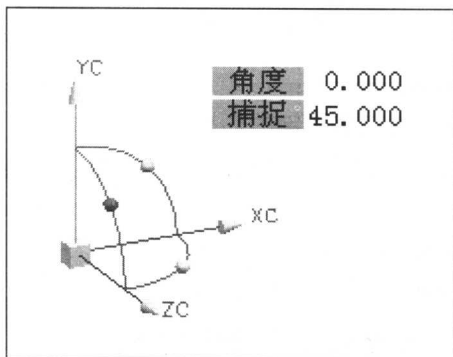

图 1-4 动态工作坐标控制
- (1) 常用的执行功能可以在任何时候被启动, 而不需中断当前使用中的交互式功能 (例如动态工作坐标控制, 如图 1-4 所示)。